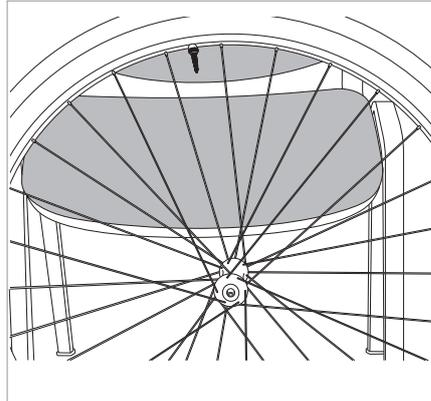

Fig.17
- Apoye la rueda manteniéndola en posición vertical con la válvula en el punto más alto (Fig.17).